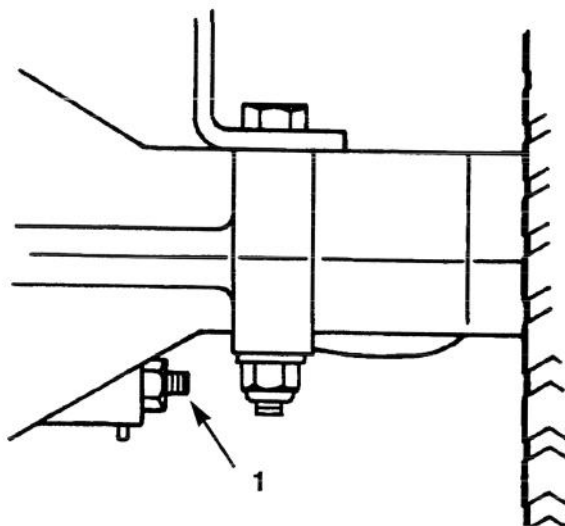

Figure 15
Le frein est situé du côté droit de l'essieu arrière, à l'intérieur du pneu arrière (Fig. 15). Il devra être réglé s'il n'immobilise pas ou n'arrête pas efficacement la machine.
2. Pour augmenter la résistance du frein, visser l'écrou de réglage (Fig. 15) d'1/8 de tour dans le sens horaire, puis effectuer un nouveau contrôle du frein. Poursuivre le processus de réglage et de contrôle jusqu'à ce que le frein soit correctement réglé.